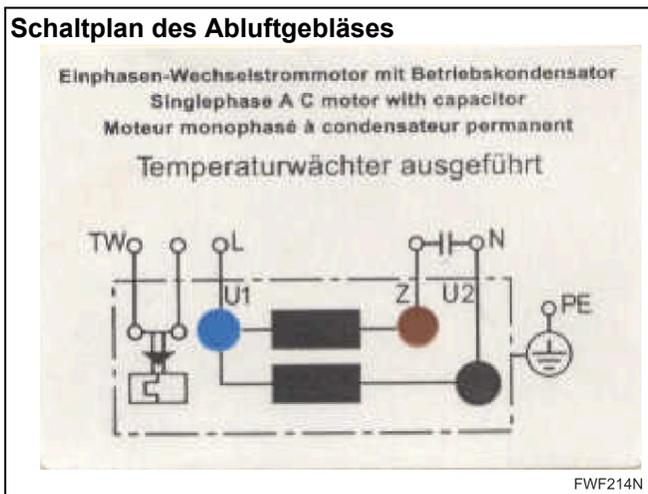

Abbildung 54
- Der Hauptabluftventilator ist ein Radialventilator mit nach hinten gebogenen Flügeln und mit einem integrierten einphasigen Induktionsmotor. Der Hitzeschutz ist in die Motorgehäuse eingebaut (siehe *Abbildung 54*).